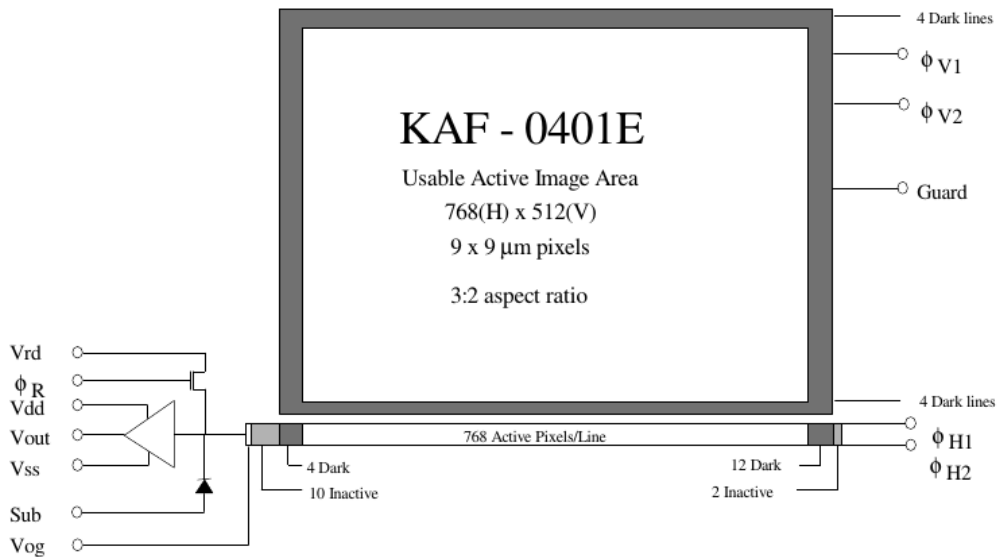

Figure 1 - Schéma du capteur CCD (cf. datasheet du CCD)
- 2) En vous aidant du schéma du capteur CCD Kodak AF400 (Figure 1), associer les variables ci-dessous aux différentes parties du capteur.